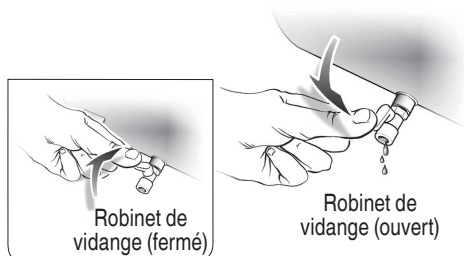

Fig. 12
Pour vider le réservoir : (Fig. 12)
- Ouvrir le robinet de vidange qui se trouve sous la partie inférieure du réservoir (Fig. 12). La pression du réservoir doit être en dessous de 10 psi lors de la vidange du réservoir.